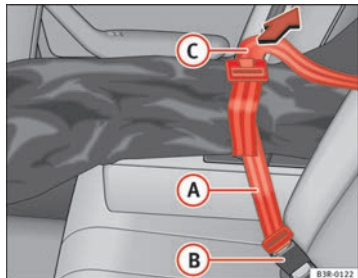

Abb. 118 Sicherung des Durchladesackes am mittleren Gurtschloss der Rücksitzbank
- Den Sicherungsgurt (A) ⇒ Abb. 118 des Sackes in das mittlere Gurtschloss (B) stecken.
- Ziehen Sie den Sicherungsgurt am freien Gurtende (C) straff.